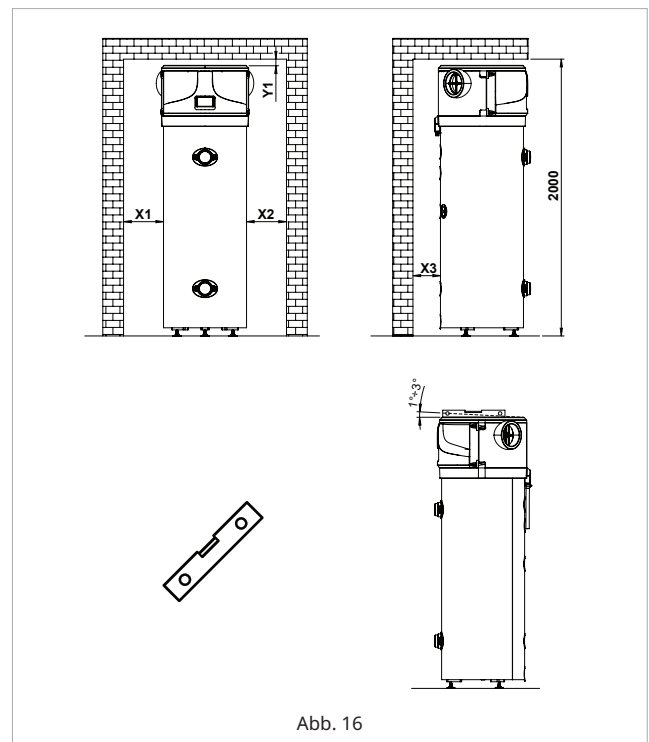

Abb. 16
- eine vertikale Installation des Geräts oder eine geringe Neigung nach hinten um $1-3^{\circ}$ ermöglichen, siehe Abb. 16.
5.3.4 Installation ohne Luftkanal (Abb. 16)